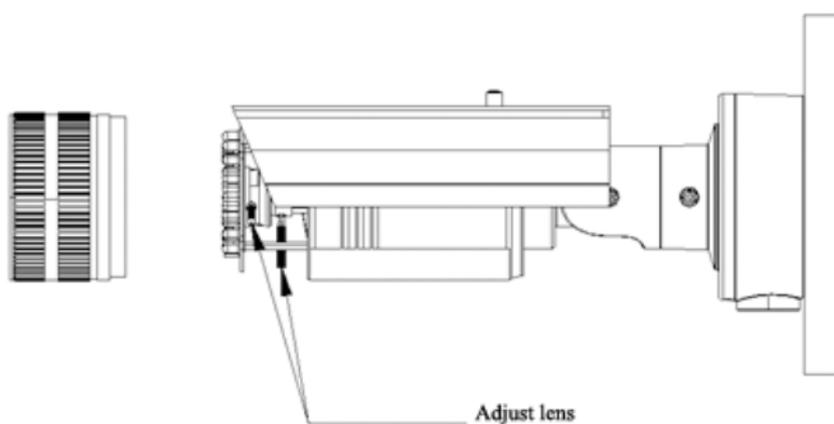

Figura 3.3.5 Regolazione dell'ottica
Passo 4: Svitare il coperchio frontale della telecamera bullet e regolare l'ottica come mostrato nelle figure Figura 3.3.4 e Figura 3.3.5.